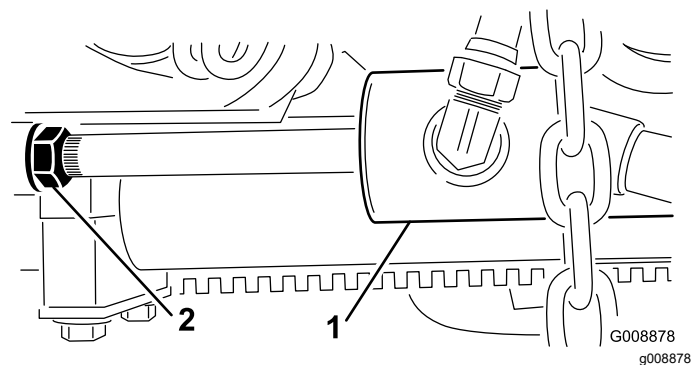

Bild 13
B. Drehen Sie die die Klemmmutter am Zylinder heraus (Bild 13).